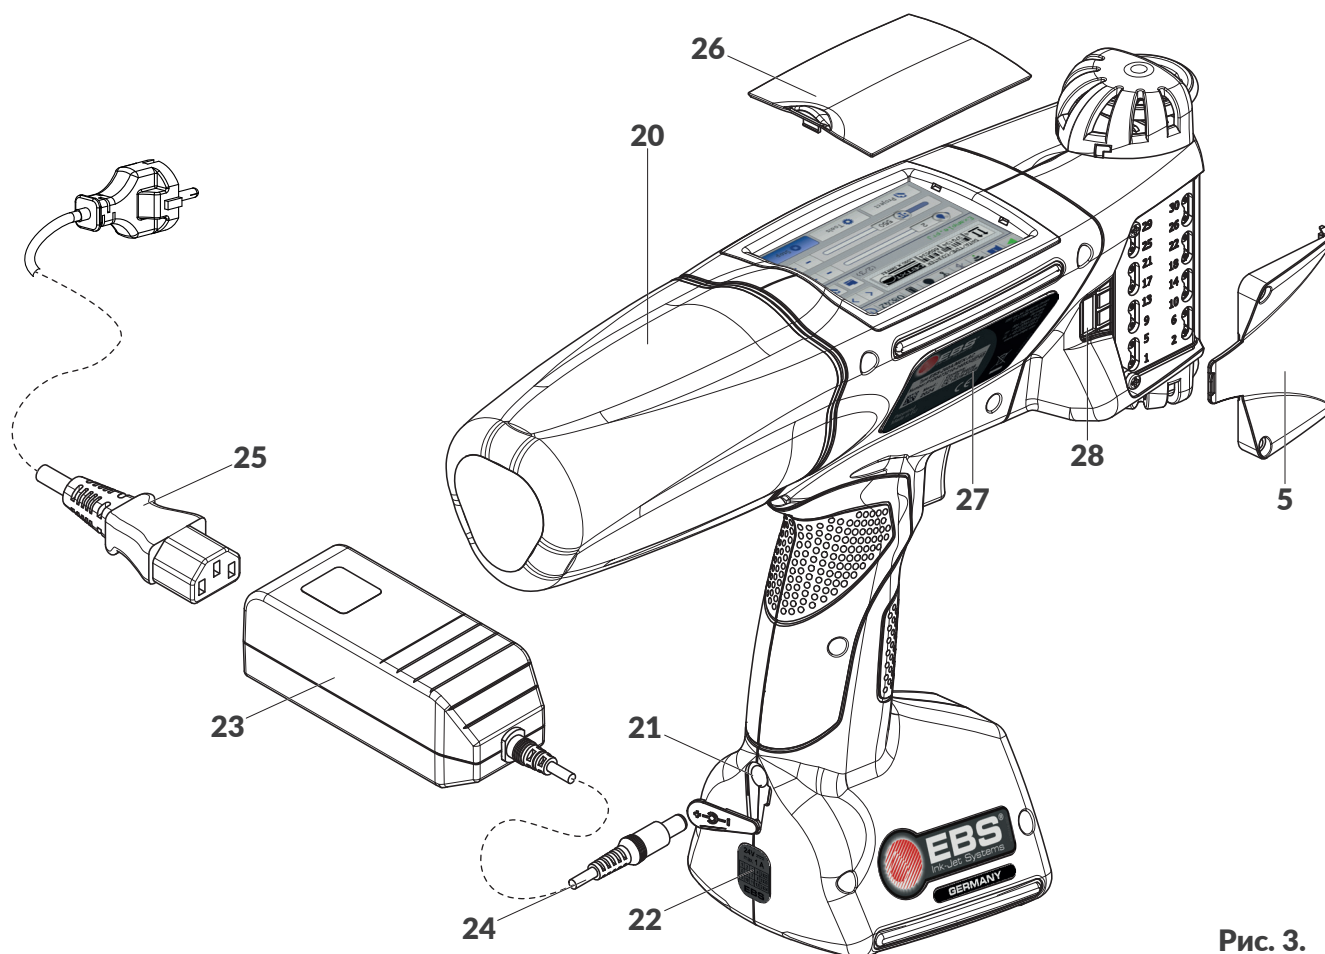

Рис. 3.
* В зависимости от страны сетевая вилка может отличаться от представленной на Рис. 3.
Разъем (**28; см. Рис. 3 на странице 15**) находится с правой или с левой стороны принтера под крышкой **5**, предохраняющей винты для настройки модуля печати.
* В зависимости от страны сетевая вилка может отличаться от представленной на Рис. 3 на странице 15.